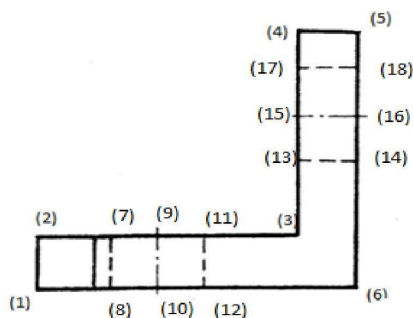

Рис. 17
Рассмотрим один из вариантов алгоритма построения главного вида изделия «Уголок» (рис. 17), проецируя на фронтальную плоскость проекций.
Примечание. Необходимо обратить внимание на размеры отрезков, указанных на рис. 17.
– После фиксации последней точки изображения (6) нажать на правую кнопку мыши и выбрать команду в появившемся контекстном меню → Прервать команду.
– Далее, также выбирая отрезок, на главном виде построить все остальные видимые и невидимые части изделия, меняя свойства отрезка на пунктирную и штрихпунктирную линию (рис. 17).